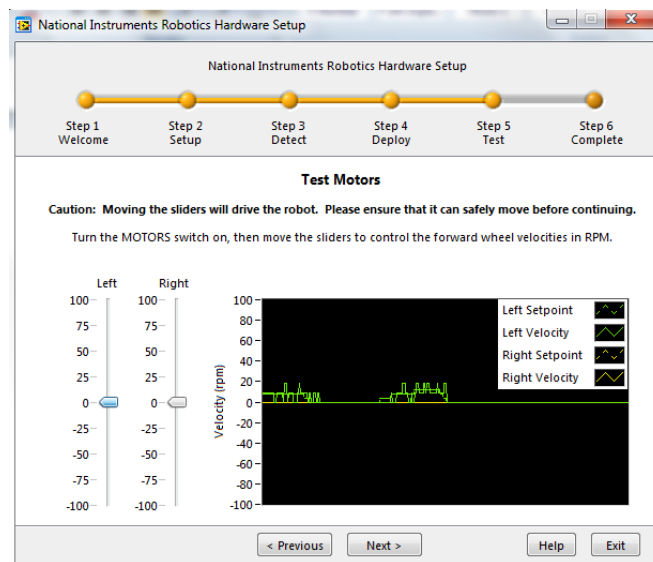

Fig. 12 Señal obtenida de la calibración de los Motores.
8. Se calibrarán los motores del Robot, siga los pasos que dice el wizard para continuar Fig. 12.